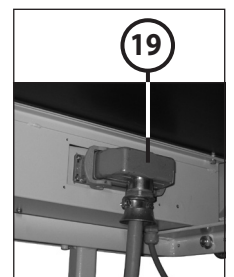

Abb. 9
- 19 = Steckdose (Abb. 9)
4. Den Anschlussstecker des Verdichters in die an der rechten Gehäuse-Innenwand des Shredders befindliche Steckdose (19) einstecken und verriegeln (Abb. 9).